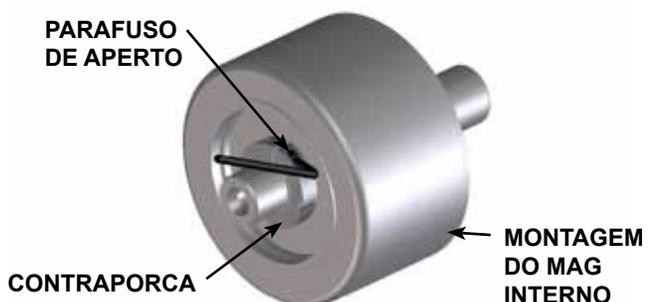

FIGURA 8
12. Insira uma barra de metal no rotor (36) através do bocal entre dois dentes do rotor e remova a contraporca (66), veja a **Figura 8**. Passe o magneto interno para fora do suporte. Certifique-se de que o mancal de encosto axial externo (60) não saia com o magneto interno. Se o mancal de encosto axial atingir a chaveta (62), esta pode rachar ou quebrar. Não esqueça que este é um magneto muito forte. Inspeção a magneto para verificar dano ou desgaste, substitua se necessário. Se desmontagem adicional for requerida, siga para o próximo passo.